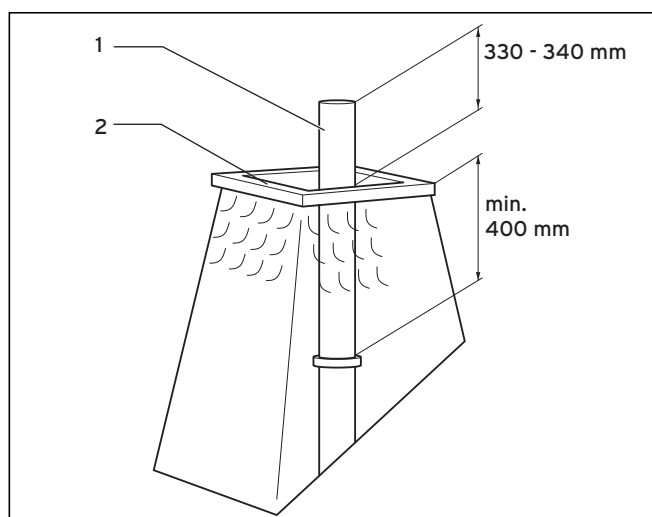

Fig. 6.20 Scurtarea conductei din oțel superior
- Scurtați conducta din oțel superior (1) conform Fig. 6.20.
- Etanșați marginea gurii cu silicon (2).